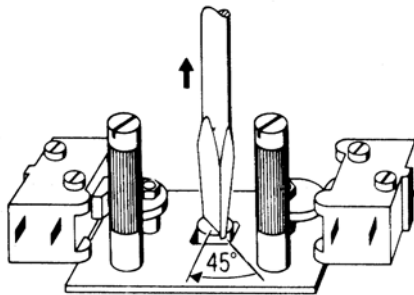

Bild 3.4.2.1 d: Wiedereinkuppeln des Mitteltriebes
- Mitteltrieb auskuppeln; hierbei Zapfen 1 (Bild 3.4.2.1 a) nach unten drücken und um 45 ° drehen (Bild 3.4.2.1 b); d. h. der Mitteltrieb ist ausgekuppelt (Bild 3.4.1.2 c).